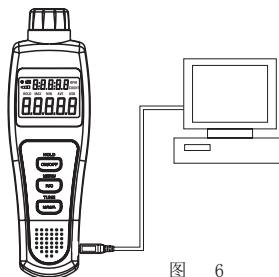

图 6
3. 数据传输与连接USB (见图6 仅适用于UT372) 将USB连接线按图示插于仪表与电脑USB接口。